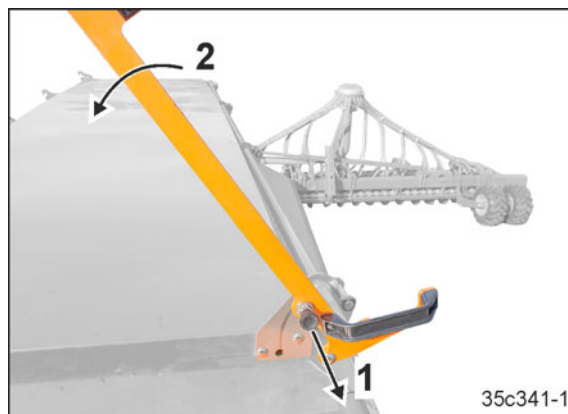

Bild 258
3. Dra ut den fjäderbelastade bulten (Bild 258/1) och sväng spaken (Bild 258/2) nedåt.